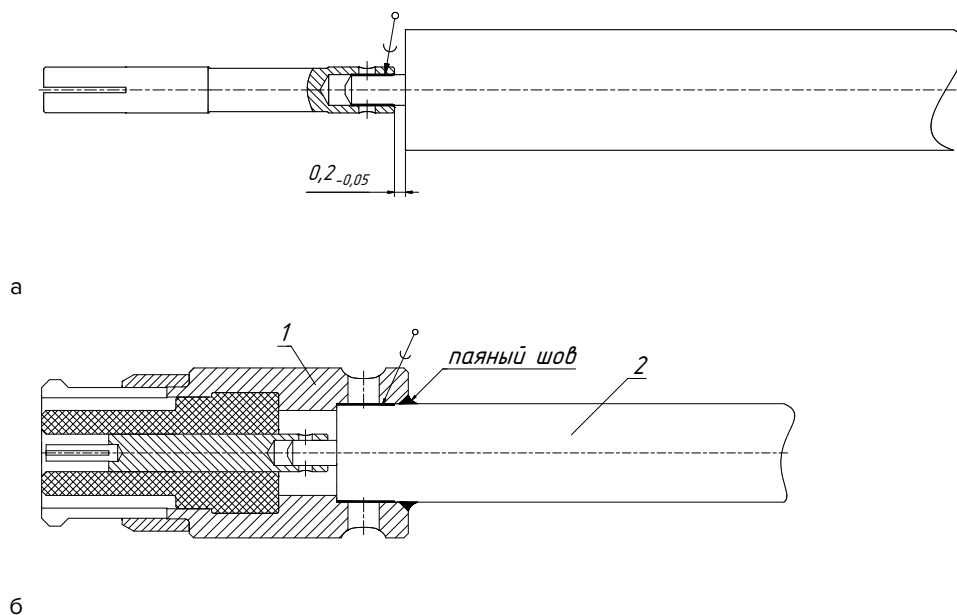

Рис. 35. Пайка гнезда на жилу (а) и установка корпуса на кабель (б)
- 1) Произведите пайку гнезда кабельного соединителя на жилу кабеля (рисунок 35а). Для того, чтобы обеспечить хорошие параметры кабельной сборки, необходимо точно выдержать размер $0,2_{-0,05}$ мм;